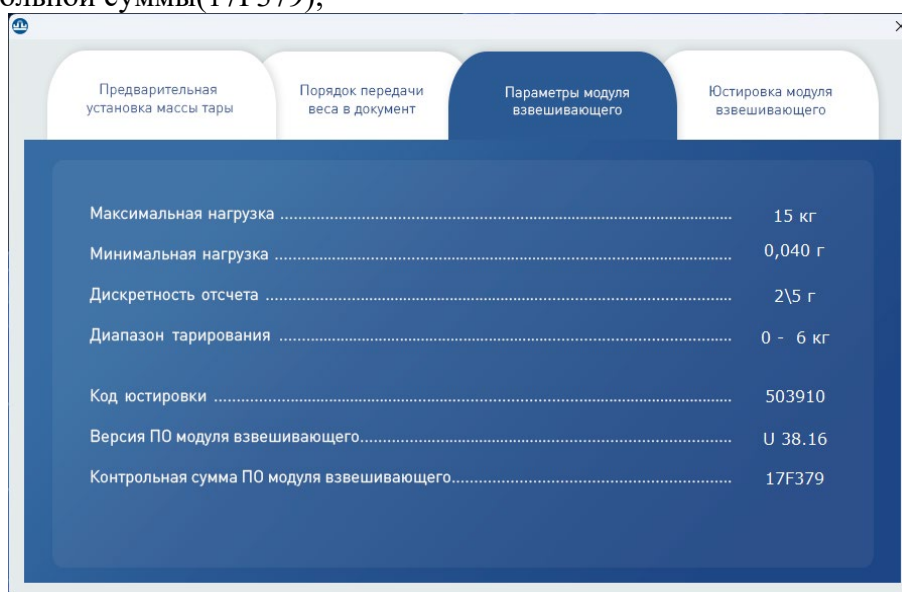

Рисунок 15 – Отображение параметров модуля взвешивающего в ПО «МАССА-К: Весовой терминал 100»
• правой кнопкой мыши по значку  перейдите в функциональное меню, а затем выберите вкладку «Параметры модуля взвешивающего» (см. рис. 15). На данной вкладке отобразятся основные метрологические параметры модуля, а также значения текущего кода юстировки, версии ПО модуля (U\_38.1.6) и контрольной суммы(17F379);